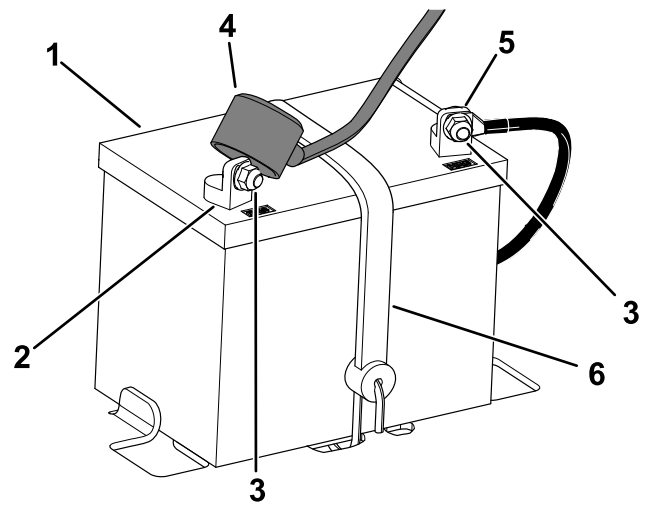

Figure 41
3. Débranchez le câble négatif (noir) de masse de la borne de la batterie (Figure 41).
5. Débranchez le câble positif (rouge) de la borne de la batterie (Figure 41).
6. Déposez la barrette de maintien de la batterie (Figure 41) et soulevez la batterie de son support.
1. Placez la batterie sur son support (Figure 41).
5. Fixez la batterie en place à l'aide de la barrette de maintien (Figure 41).